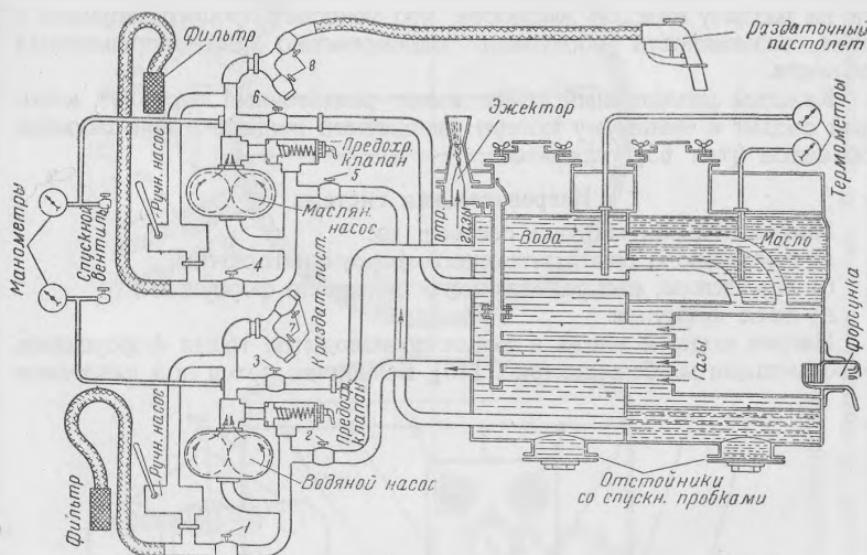

Рис. 114. Схема трубопроводов ВМЗ.
Масляная и водяная секции пистолеты имеют независимые друг от друга системы трубопроводов, соединяемые соответственно с масляным и водяным насосами Ш-200 (механическими) и ручными насосами «Новая Иматра» № 2. Схема трубопровода показана на рис. 114.
2. Открыть раздаточные вентили «7» и «8» и вентили «из цистерны» «2» и «5» (рис. 114).